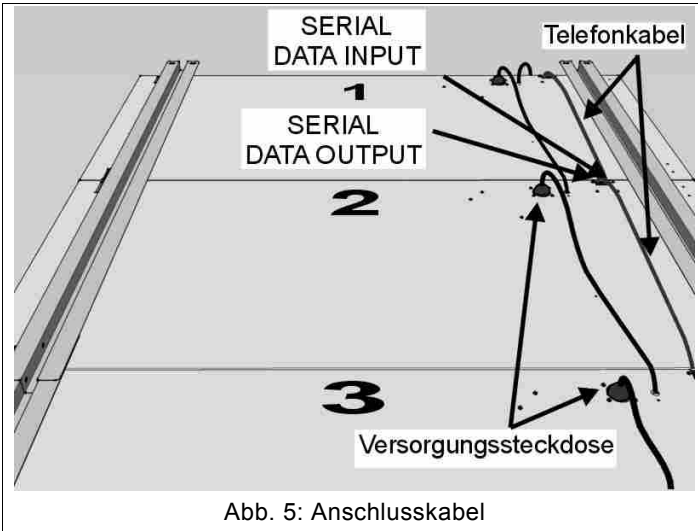
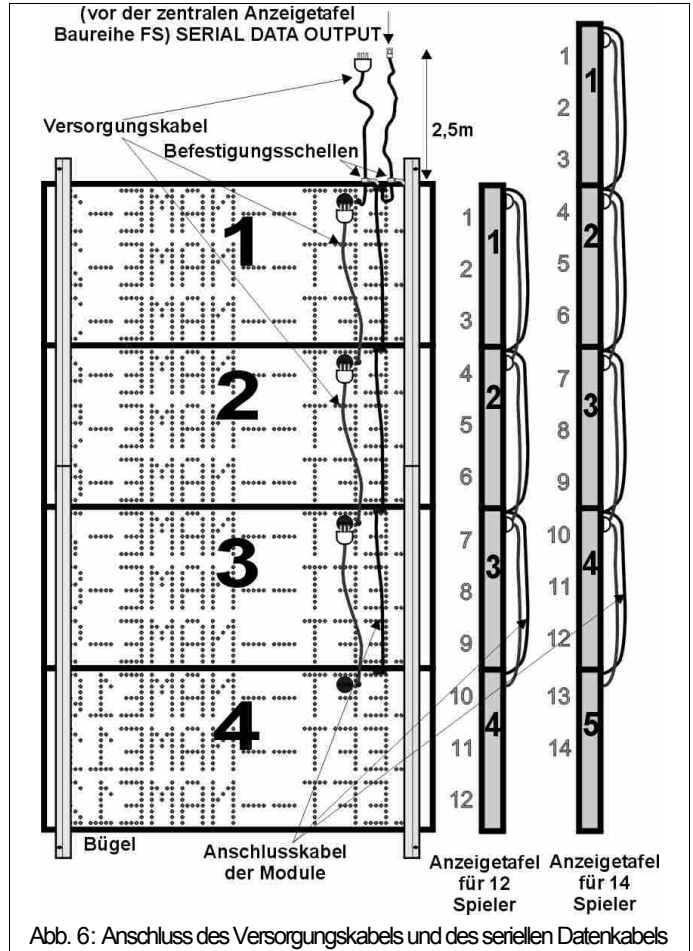

Abb. 5: Anschlusskabel
Abb. 6: Anschluss des Versorgungskabels und des seriellen Datenkabels
Nach Verbindung der verschiedenen Module einer Anzeigetafel mit den Bügeln können Sie mit dem elektrischen Anschluss derselben beginnen. Auf der Rückseite der Anzeigetafelmodule sind die folgenden Verbinder vorgesehen (Abb. 5):
1. Mittels der entsprechenden Telefonkabel (etwa 1m) den Ausgang „SERIAL DATA OUTPUT“ jedes Moduls an den Eingang „SERIAL DATA INPUT“ des direkt darunter liegenden Moduls anschließen (Abb. 5, Abb. 6).
3. Das Versorgungskabel des oberen Moduls mit der entsprechenden Schelle am oberen Bereich der Anzeigetafel befestigen (Abb. 6), damit der Versorgungsstecker über der Anzeigetafel zugänglich ist, wenn diese an der Wand befestigt wird.
4. Für jede Spielernamen-Anzeigetafel wird ein 3m langes Kabel mitgeliefert, welches in den Steckverbinder "SERIAL DATA INPUT" des oberen Moduls gesteckt werden muss. 2,5 m der Kabellänge frei laufen lassen und das Kabel dann über der Anzeigetafel mit der entsprechenden Schelle befestigen (Abb. 6). Auf diese Weise kann das serielle Datenkabel nach erfolgter Wandbefestigung leichter angeschlossen werden.